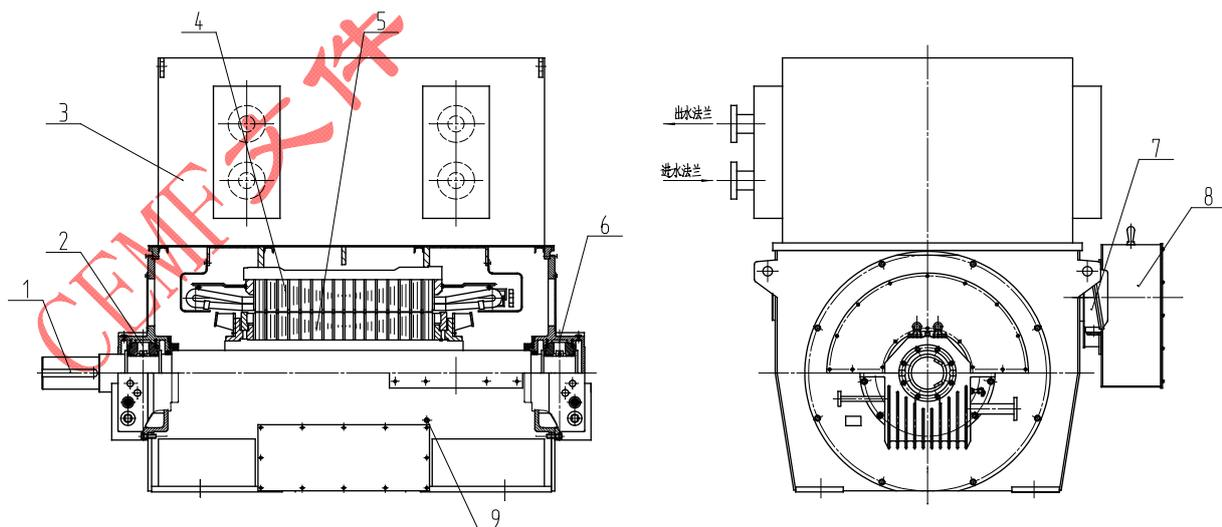

图 1-7 封闭式空 - 水冷却电动机结构示意图(主视图半剖)
1.4.3.6 封闭式空-水冷却电动机(图 1-7 为滑动轴承结构电机,滚动轴承结构与此类似), 安装方式: IMB3 (IM1001), 冷却方式: ICW81, 防护等级: IP44/54/55